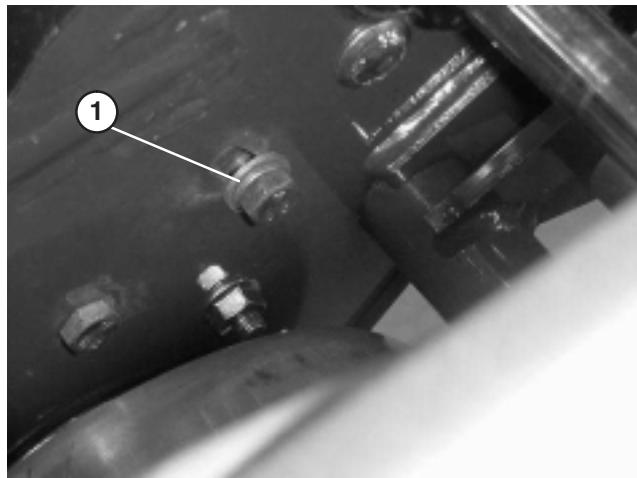

Bild 46
- A. Lösen Sie an der Rückseite der Seitenplatte die Kopfschraube, mit der die Spannscheibenhalterung an der Seitenplatte befestigt ist (Bild 46).